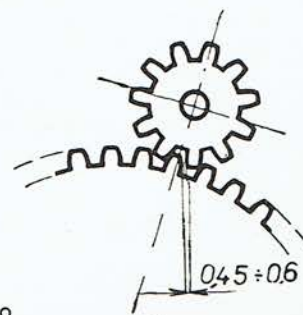

Abb. 139
3. Das Spiel zwischen den Zähnen muss bei eingrücktem Ritzel im Eingriff 0,45–0,6 mm betragen (Abb. 139).